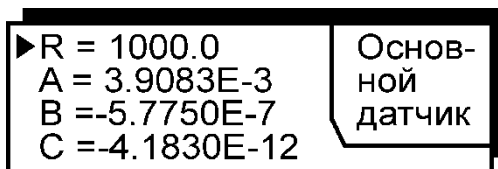

Рисунок 18 — Параметры ТСП
2.16.2 Каждый датчик представляет собой платиновый термометр сопротивления (ТСП) и имеет собственный независимый блок параметров, соответствующий ГОСТ 6651 (рисунок 18).